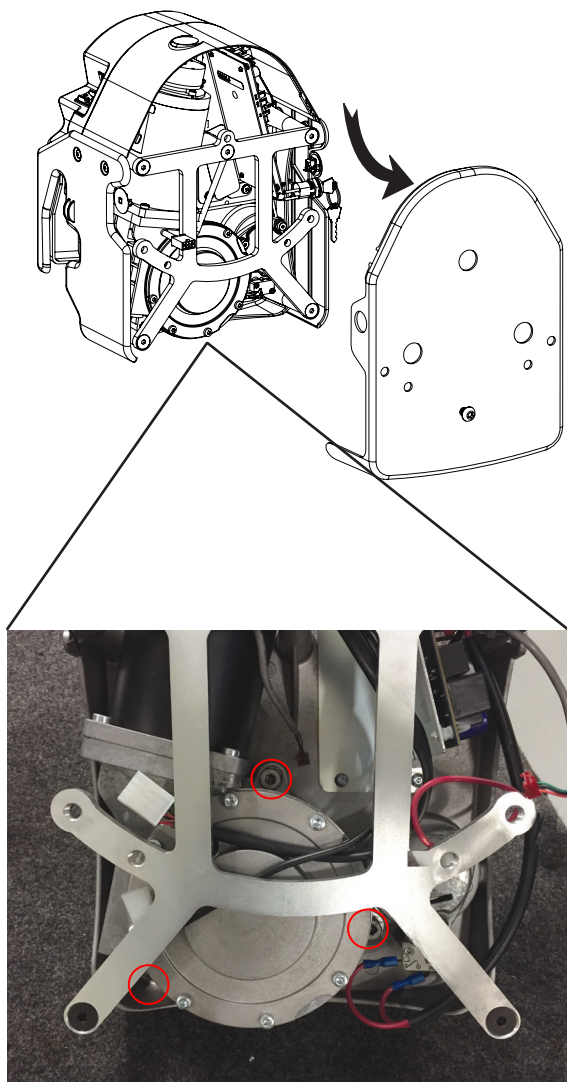

Fig. 1
4. Dans les deux cas, desserrer d'1 à 2 tour(s) les (4) boulons de montage du mécanisme d'entraînement (**SANS LES RETIRER**) (Fig. 1) à l'aide des clés Allen de 5mm et de 6 mm.